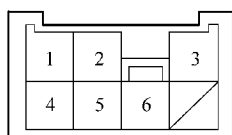

图 10-24 鼓风机开关导通性测试
(1) 加热器风扇开关（鼓风机开关）的测试 如图 10-24 所示，根据鼓风机开关的每个位置，检查端子之间是否导通。如不导通，则更换鼓风机开关。
(2) 鼓风机电阻的检测